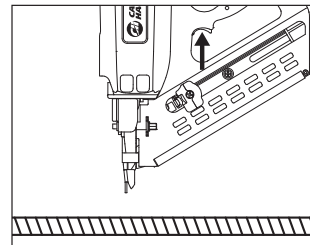

Figura 14
2. Quite la herramienta de la superficie de trabajo. Apriete el gatillo y sosténgalo por cinco segundos. La herramienta **NO DEBE** accionarse y el gatillo **NO DEBERÍA** bajar por completo (vea la Figura 14).